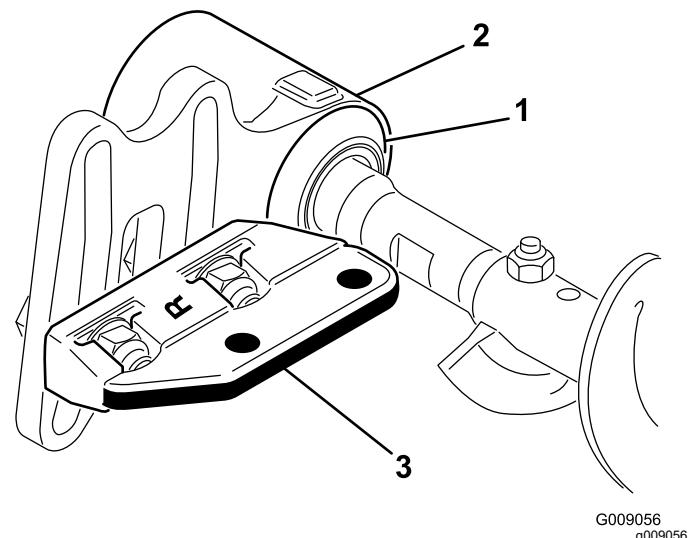

Figura 26
11. Deslize cada vedante de eliminação de sedimentos para fora até que os rebordos vedantes fiquem em ligeiro contacto com cada caixa de rolamentos (Figura 26).